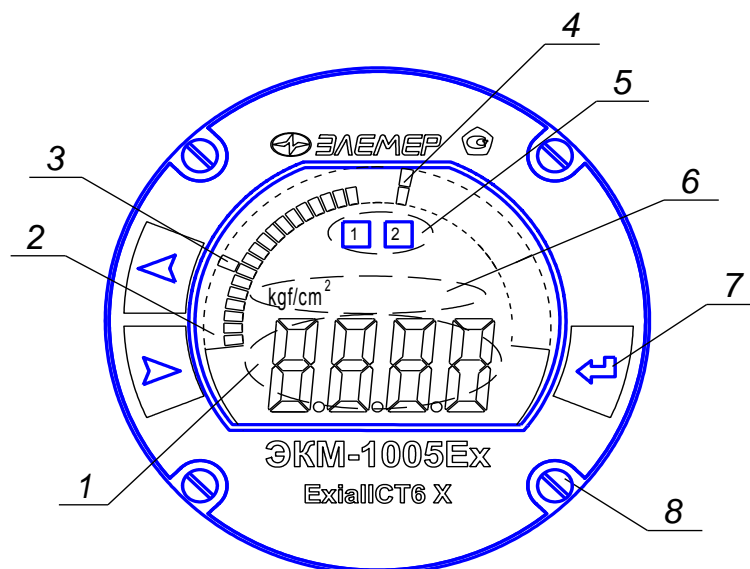

Рисунок 2.4
2.4.3.1. На передней панели ЭКМ расположены (см. рисунок 2.4):